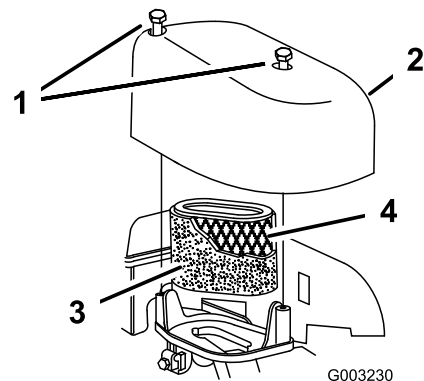

Figura 34
2. Togliete le viti che fissano il coperchio del filtro dell'aria (Figura 34).